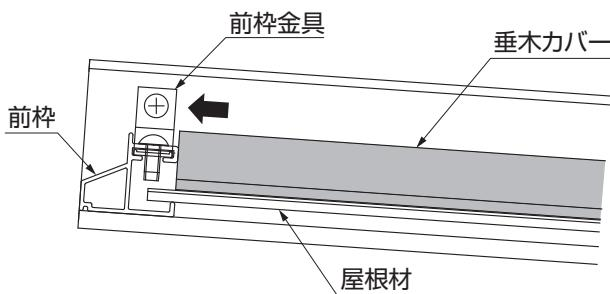

図6-4
⑥垂木カバーを前枠と隙間が無いように置き、【5-3】で取付けてください。（図6-4、図6-5参照）
- ⑩垂木カバーを前枠と隙間が無いように置き、【5-3】で取付けてください。(図6-4、図6-5参照)
- ⑪中間スパンを⑦～⑩同様に、1スパンづつ取付けてください。
- ⑫端部スパンを②～⑥同様に取付けてください。